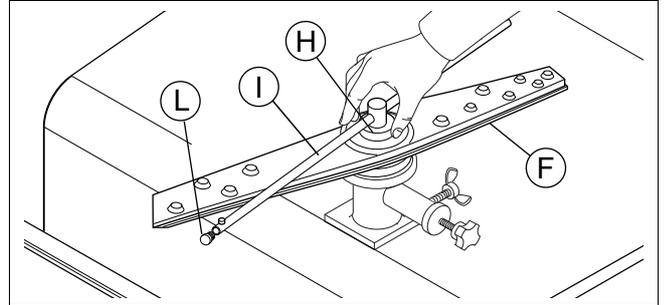

Abbildung 26 Drehwascharme und Spülarme
- Die oberen und unteren Wascharme "F" und Spülarme "I" durch Abschrauben der Nutmutter "H" (Abbildung 26) abnehmen.
- Die Stopfen "L" (Abbildung 26) aus den Klarspüldüsen ausschrauben.